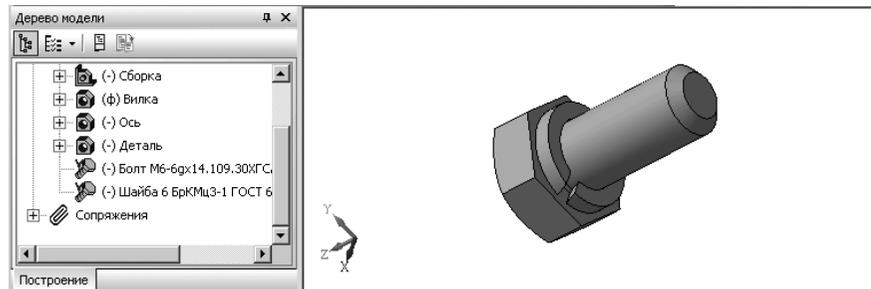

Рис. 6.73. Результат сборки стандартных изделий – болта с шайбой
- нажмите клавишу **Esc** или щелкните по кнопке  – **Прервать команду**. Возможный результат этих действий показан на рис. 6.73.